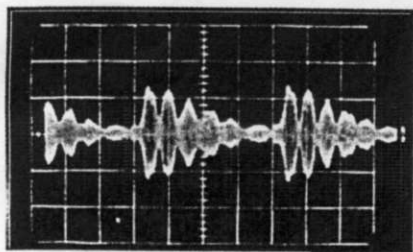

Figure 7.
- parler normalement devant le micro et vérifier sur le scope que le signal approche la forme de celui de la figure 7. Si le gain micro est trop élevé (figure 8) il faudra le baisser, jusqu'à ressembler à celui de la figure 7.